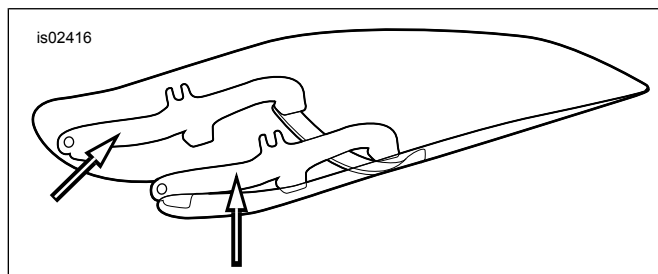
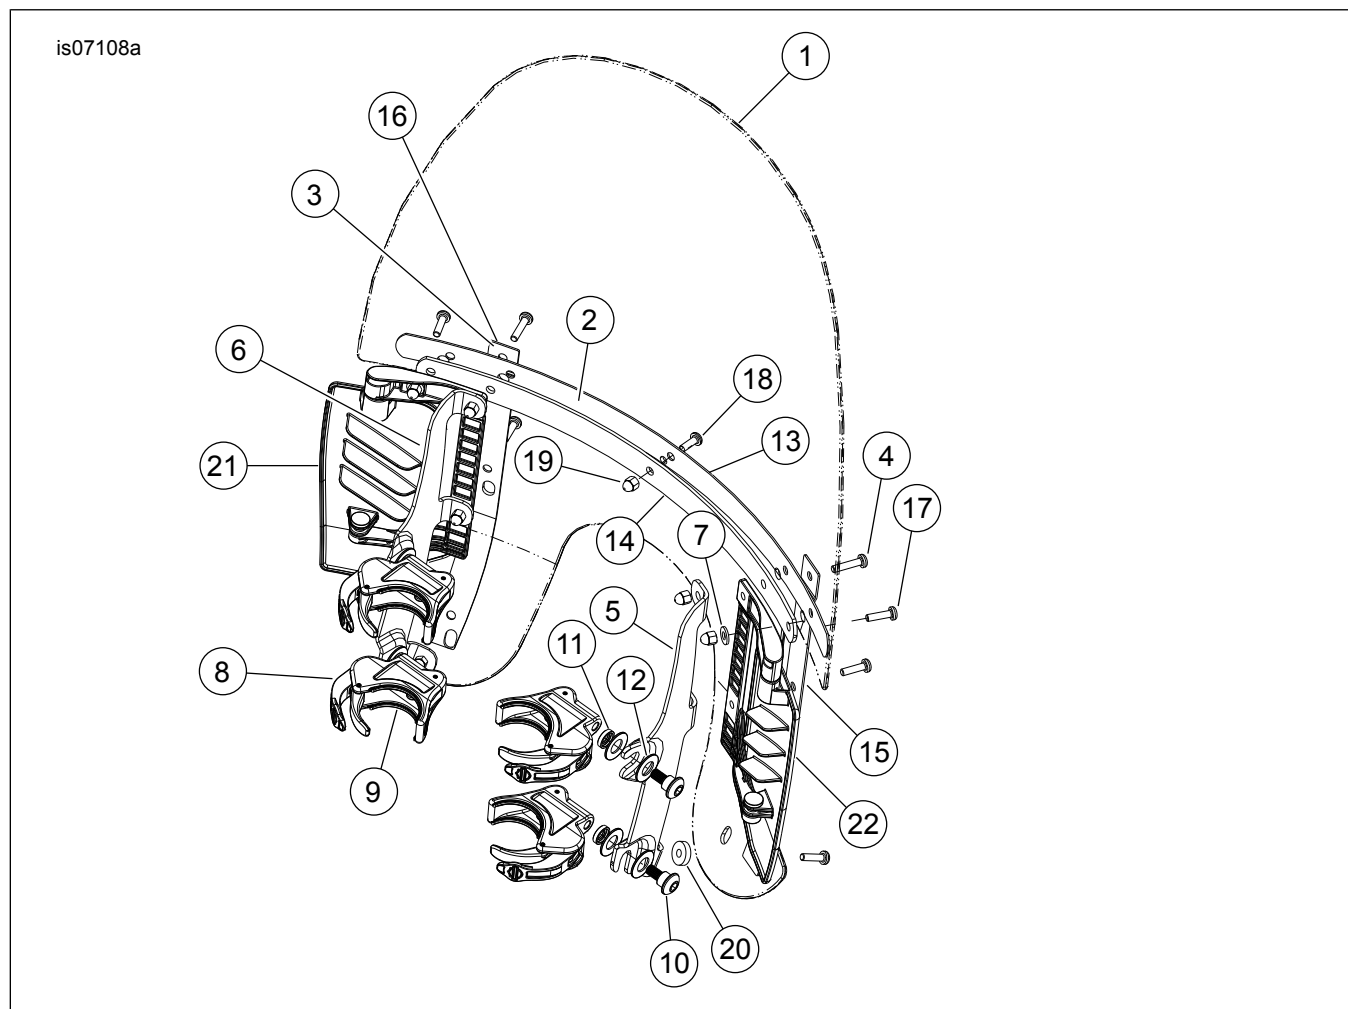

Figura 1. Staffe di montaggio del parabrezza
Figura 3. Parti di ricambio: Parabrezza smontabile con fessure di ventilazione
1. Vedere Figura 1. Rimuovere il sottogruppo del parabrezza dall'imballaggio e appoggiarlo a faccia in giù su una superficie pulita e morbida con le staffe di montaggio rivolte verso l'alto.
2. Vedere Figura 1, Figura 2 e Figura 3. Rimuovere i kit dei morsetti e della bulloneria dall'imballaggio e separare le parti simili per prepararsi al montaggio.